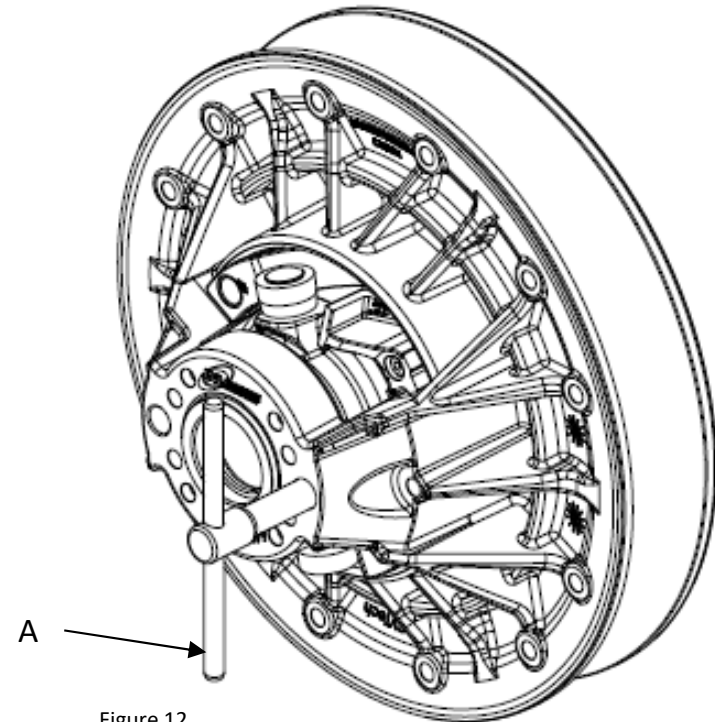

Figure 12
- Si la courroie est installée, vissez l'écarteur de flasque "A" dans un des trous filetés, comme illustré à la figure 12, pour retirer la courroie.